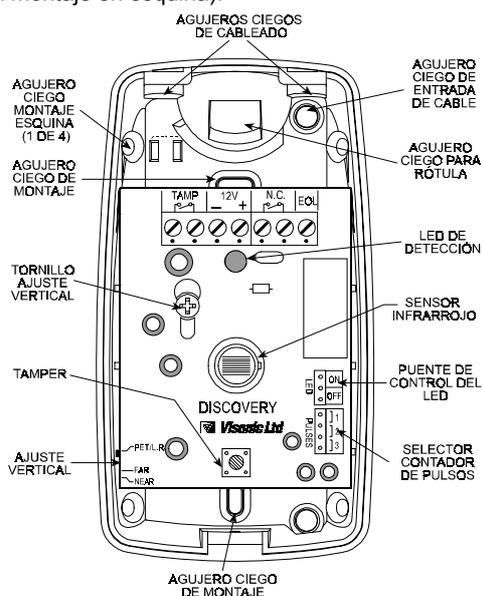
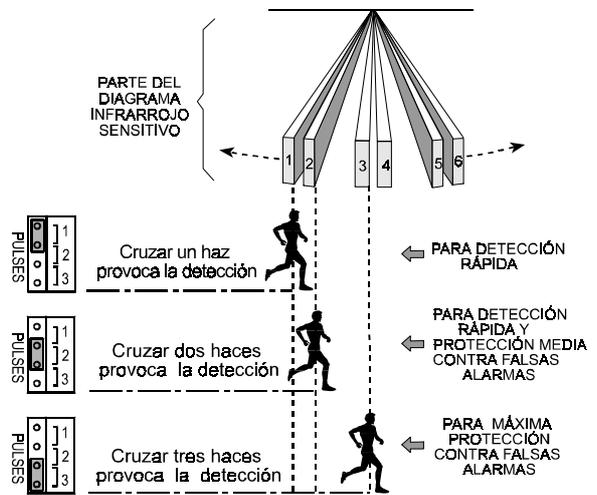

Figura 5. Vista Interna
Figura 14. Opciones del Contador de Pulsos
D. Refiérase a la figura 5 y agujeree los agujeros ciegos de montaje de la parte trasera de la base (para montaje en superficie) o los que se encuentran en ángulos de los lados (para montaje en esquina).
E. Quite cualquiera de los agujeros ciegos de cableado que muestra la figura 5.
La posición del selector del contador de pulsos se indica en la Figura 5. refiérase a la figura 14 más abajo y coloque el puente como desee.